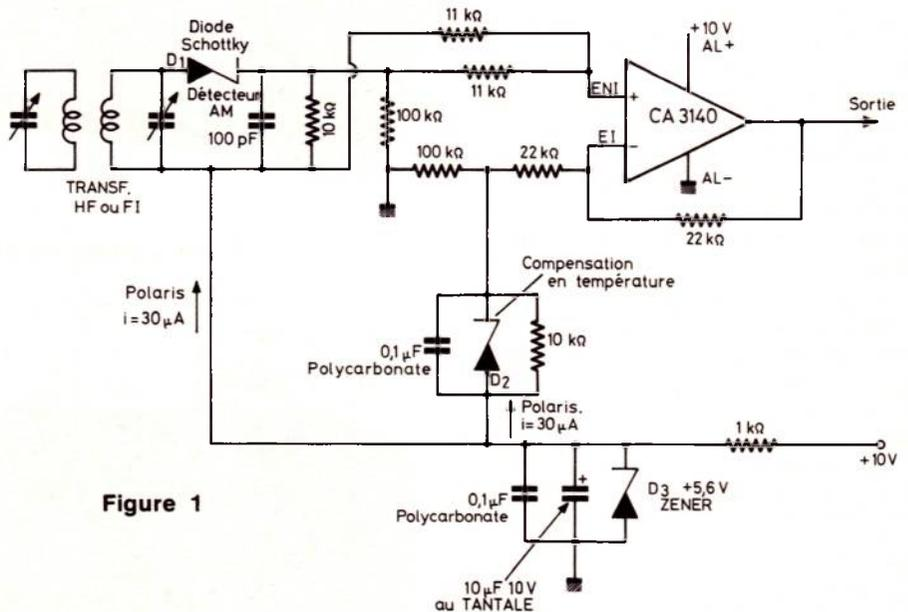

Figure 1
On donne à la figure 1 le schéma d'un détecteur destiné à un récepteur à modulation d'amplitude (AM) d'un type superhétérodyne ou à amplification directe. Ce montage est proposé par ANTONIO L. EGUIZABAL dans ELECTRONICS, 4 août 1977.